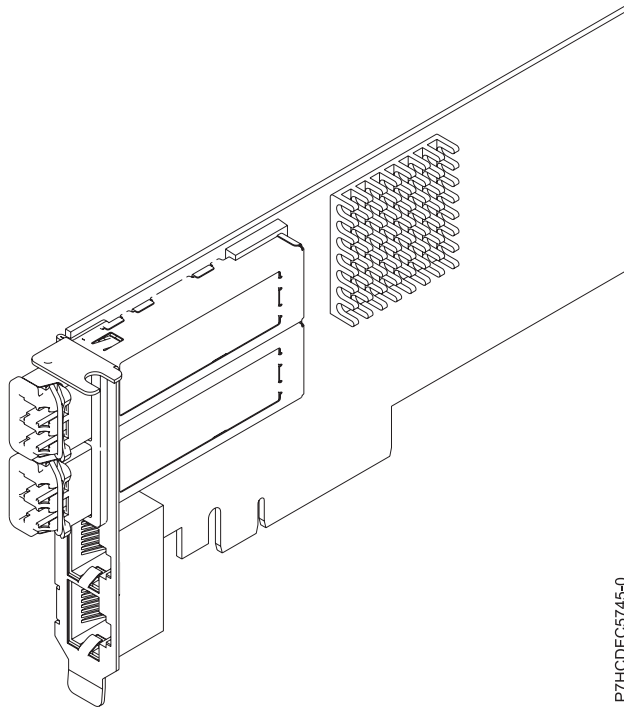

Figura 75. Adaptador FC EN0K
O adaptador de quatro portas fornece duas portas FCoE Copper Twin-axial de 10 Gb e duas portas Ethernet RJ45 de 1 Gb. As duas portas FCoE de 10 Gb são conectadas por conectores de tipo de pequeno (LC). Cada porta FCoE fornece a conectividade Ethernet com uma taxa de dados nominal de 10 Gbps (gigabits por segundo). Cada uma das portas de 1 Gb fornece a conectividade Ethernet em uma taxa de dados de 1 Gbps e está conectada com os cabos Ethernet. Uma taxa de dados de 10 Mb não é suportada. Figura 75 na página 243 mostra o adaptador FC EN0K.